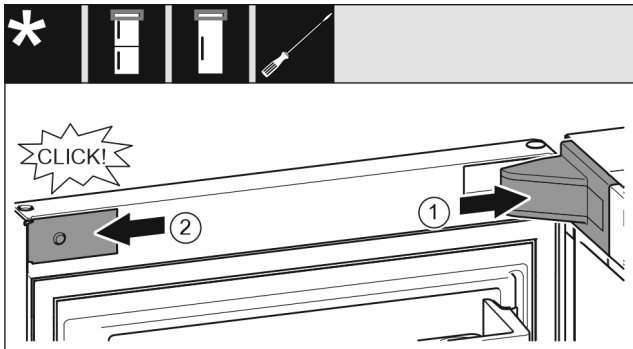

Fig. 23
- ▶ Lagerbockabdeckung Fig. 23 (1) aufsetzen und einrasten, ggf. vorsichtig auseinanderdrücken.
- ▶ Blende Fig. 23 (2) seitlich ansetzen und einrasten.